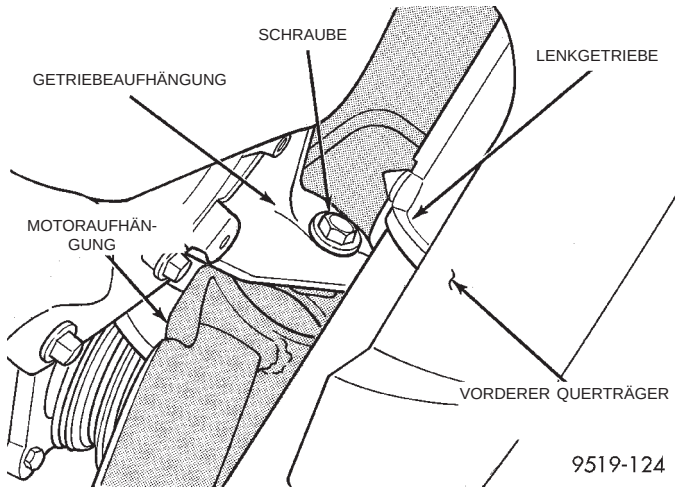

**Abb. 16 Schraube/Motoraufhängung an Getriebeaufhängung**
(16) Die Schraube (Abb. 16) lösen, mit der die Motoraufhängung an der Getriebeaufhängung befestigt ist.
(6) Die Schraube (Abb. 16) einbauen, mit der die Motoraufhängung an der Getriebeaufhängung befestigt wird. Dann die Schraube mit einem Anzugsmoment von 75 N·m (55 ft. lbs.) festziehen.